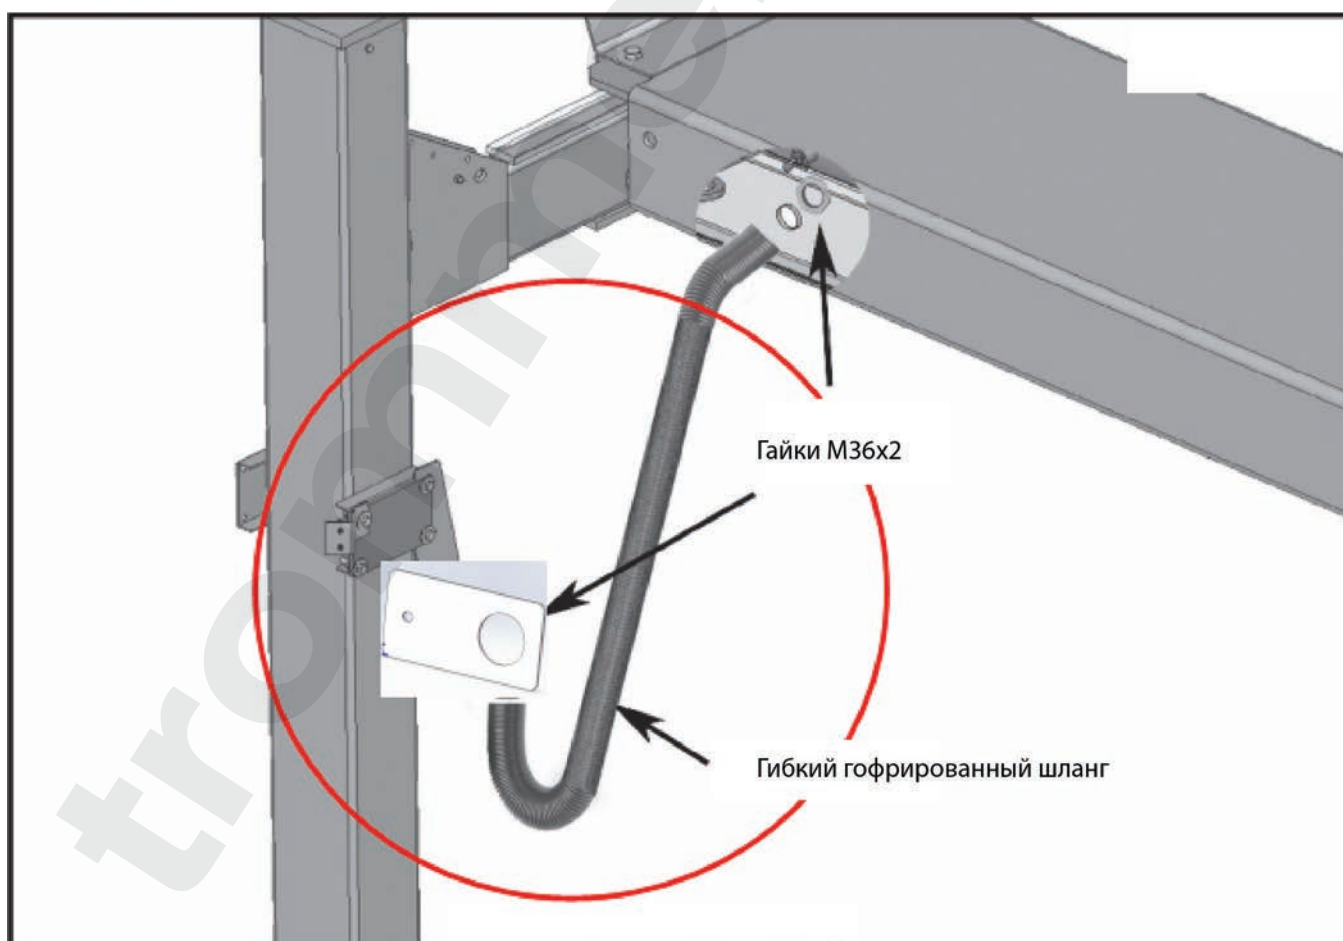

Рис. 10.4
3. Пропустите один конец гибкого защитного шланга в отверстие в ведущей стойке, прилегающей к гидроагрегату. Другой конец шланга закрепите на кронштейне, и зафиксируйте гайкой, см. рис. 10.4.